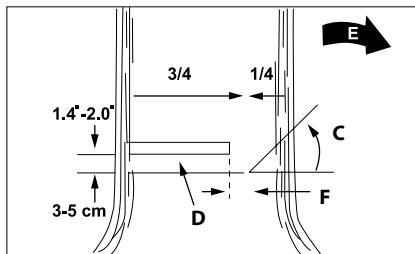

Fig. 15
Attenzione! Non sostare davanti a un albero che è già stato intaccato. Il taglio finale (D) viene eseguito sul lato posteriore dell'albero 3-5 cm sopra la base dell'intaglio orizzontale (C) (fig. 15).